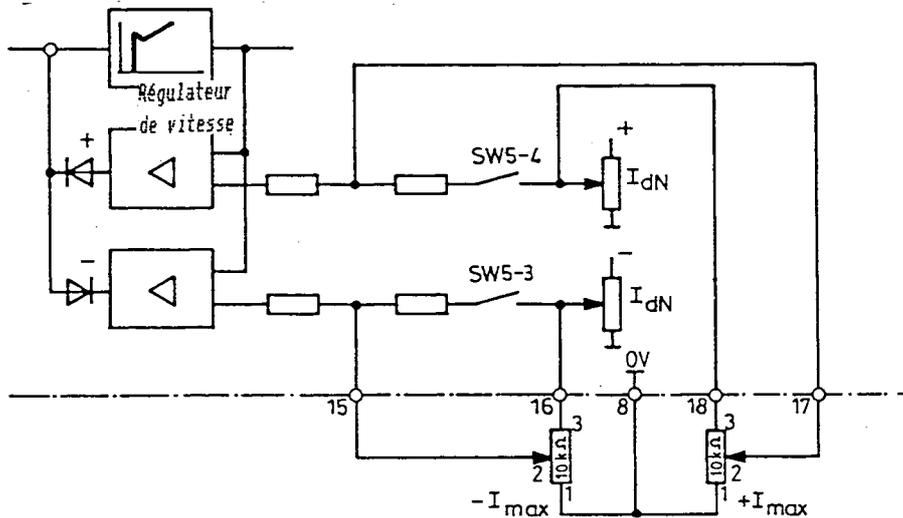

Figure 5.5.2.1 : Limitation de courant externe
- Raccordement selon figure 5.5.2.1